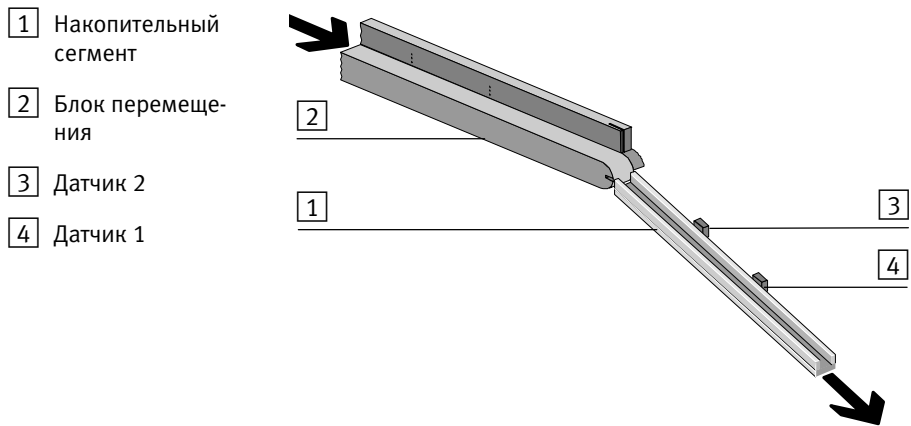

Fig. 3/7: Контроль накопительных сегментов с задержкой переключения
С помощью CheckKon можно сконфигурировать CHB-C-N на выбор – для работы с одним датчиком накопительных сегментов или для задержки переключения конвейера мелких объектов с двумя датчиками накопительных сегментов (Fig. 3/7): меню [Ansicht] (Вид) [Systemparameter] (Системные параметры) ◇ Системы перемещения ◇ Выходящие системы ◆ Количество датчиков накопительных сегментов = 1 (2).